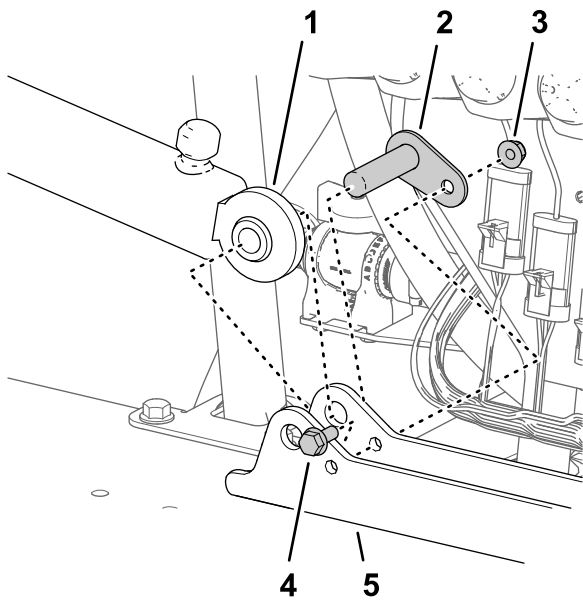

Bild 117
1. Fluchten Sie das starre Ende der Hubzylinder, das Sie in Schritt 3 in Entfernen der Hubzylinder (Seite 23) entfernt haben, mit dem 16 mm großen Loch in der Zylinderbefestigung aus (Bild 117).
2. Befestigen Sie den Zylinder mit dem Lagerbolzen, der Bundkopfschraube und Bundmutter an der Zylinderbefestigung (Bild 117).